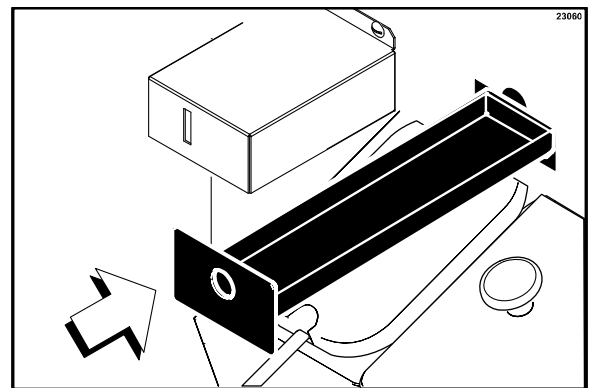

Abbildung 65
10. Die lange Tropfschale ausbauen, reinigen und wieder durch die Frontblende hindurch einsetzen. (Siehe Abbildung 65.)